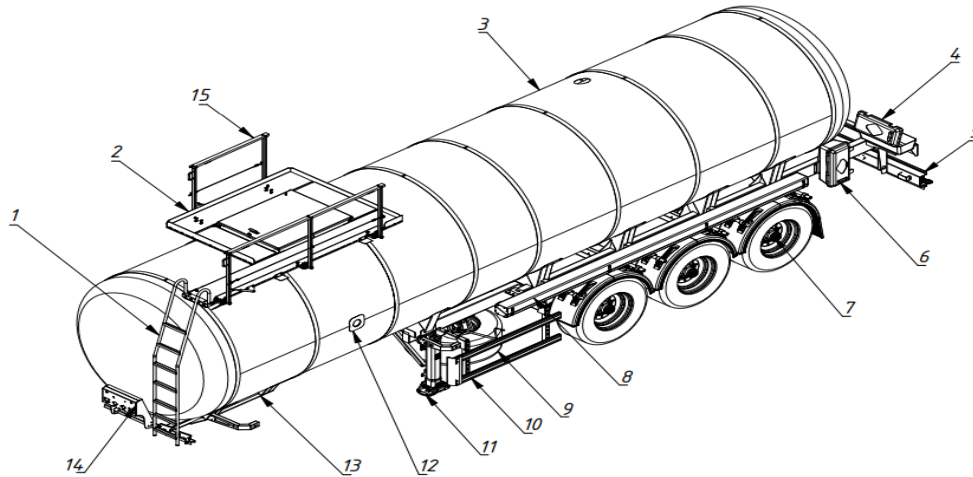

Рис. 2.1 - общий вид полуприцепа типа 914210 модификации 914220-01, 914220-02
- тип 914210 модификации 914220-01, 914220-02 рис. 2.1, 2.2,